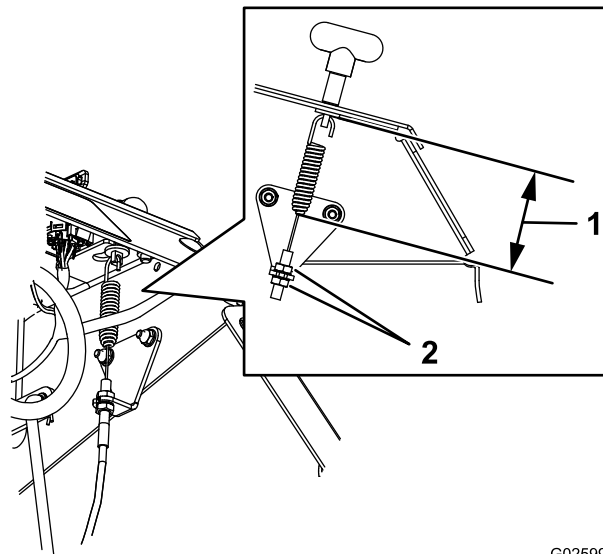

Figure 48
4. Desserrez l'écrou de blocage sur le câble de frein sous la console (Figure 48).
5. Serrez le frein de stationnement (Figure 48).
6. Vissez plus ou moins l'écrou de blocage pour obtenir un espace de 7,9 cm (3-1/8 po) entre le bas de la biellette et le bas du ressort (Figure 48).
7. Fixez le réglage du câble en serrant les écrous de blocage (Figure 48).